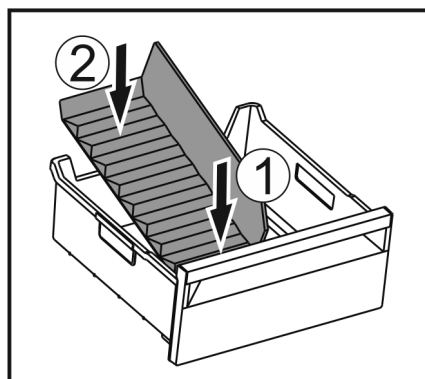

Fig. 35
► Поставете разделителя първо отпред Fig. 35 (1).
► Спуснете задната част Fig. 35 (2).